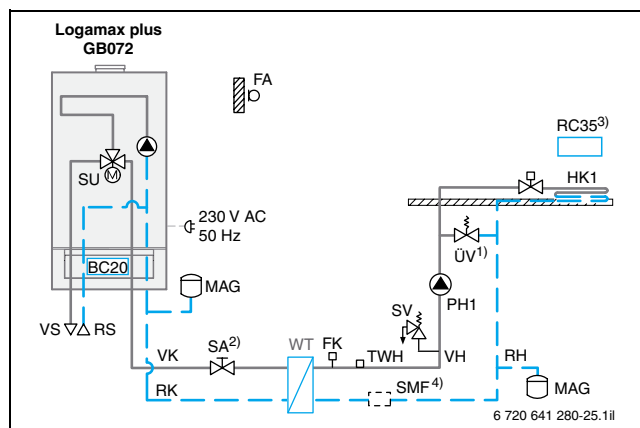

Рис. 55. Пример отопления пола с разделением системы через теплообменник при использовании труб, изготовленных из кислородопроницаемых материалов
При монтаже труб из кислородопроницаемых материалов, например, для систем отопления пола, следует запроектировать разделение системы с помощью теплообменника (рис. 55, стр. 69).
Для систем отопления пола, в которых применяются трубы из кислородопроницаемых материалов, следует предусмотреть разделение системы. Контур отопления пола после теплообменника должен быть отдельно защищен мембранным расширительным баком, предохранительным клапаном и температурным реле (рис. 55). Выбор параметров теплообменника следует выполнять в соответствии с выбранными эксплуатационными температурами системы. Потери давления с первичной стороны (контур котла) должны быть меньше остаточного напора насоса, встроенного в Logamax plus GB072.
- 1) ÜV не требуется для насосов с регулированием частоты вращения (рис. 55)